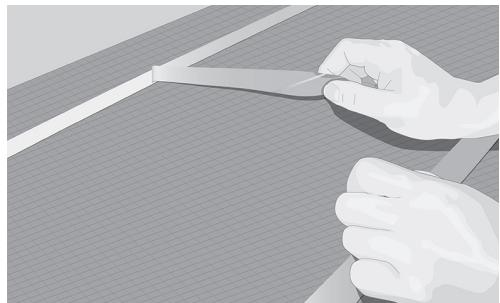

Fig. 6. Lägg ut dubbelhäftande tejp och avlägsna skyddsfilm
10. Fäst kabeln på den dubbelsidiga tejpen och ta bort skyddsfilmen allteftersom arbetet fortskrider (Fig. 6 och 7).